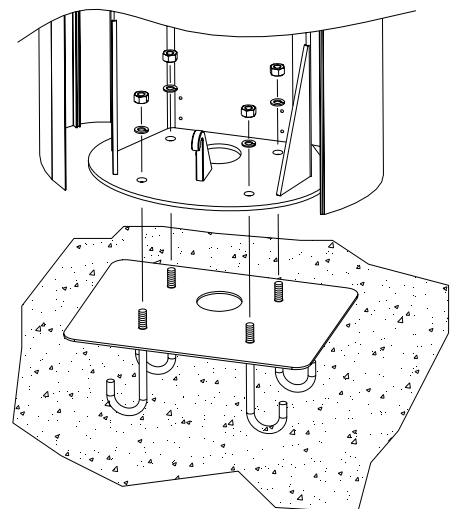

Fig. 4
- Ouvrir les antes, positionner la barrière sur la plaque de fondation faisant correspondre les orifices des tirants rayés et faire fixer la barrière vissant écrous M10 sur les tirants relatifs (Fig.4).